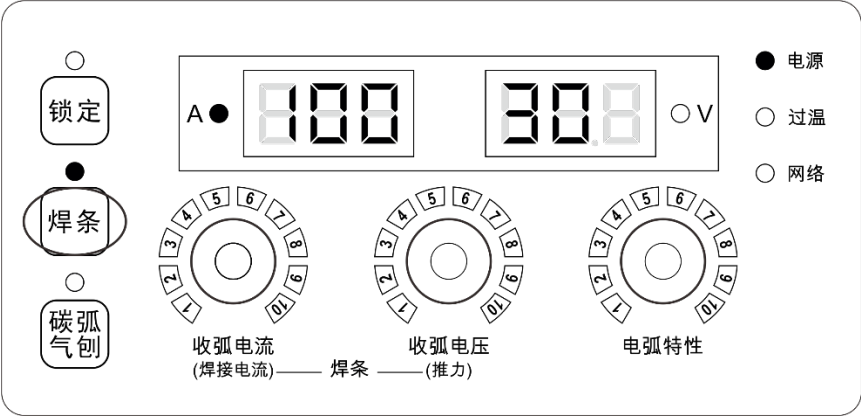

图3-36 基础版焊接电源电焊条设置界面
- 4. 参数设置完成后可进行电焊条焊接。面板显示如图 3-36 所示。